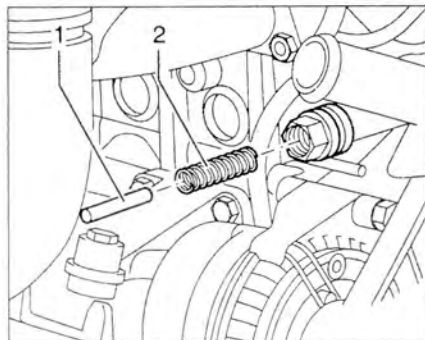

Рис. 2.23. Вставьте пружину сжатия **2** и вставку **1**.
9. Вставьте пружину сжатия **2** и вставку **1** (рис. 2.23).